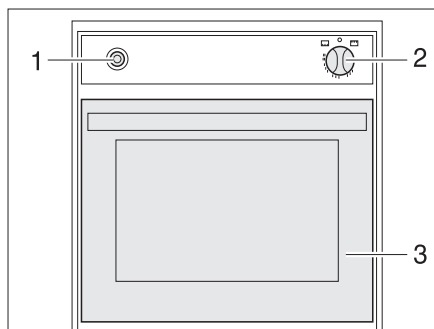

Fig. 127 Four à gaz
- Ouvrir complètement la porte du four (Fig. 127,3).
- Enfoncer légèrement le bouton tournant (Fig. 127,2) et le placer sur "four" ou "GRILL" (grill).
- Enfoncer le bouton tournant (Fig. 127,2) et le maintenir enfoncé pendant 5 à 10 secondes. Le gaz s'écoule vers le brûleur.
- Appuyer plusieurs fois sur l'interrupteur d'allumage (Fig. 127,1) jusqu'à ce que la flamme se consume.
- Tourner le bouton tournant (Fig. 127,2) sur "O". La flamme s'éteint.